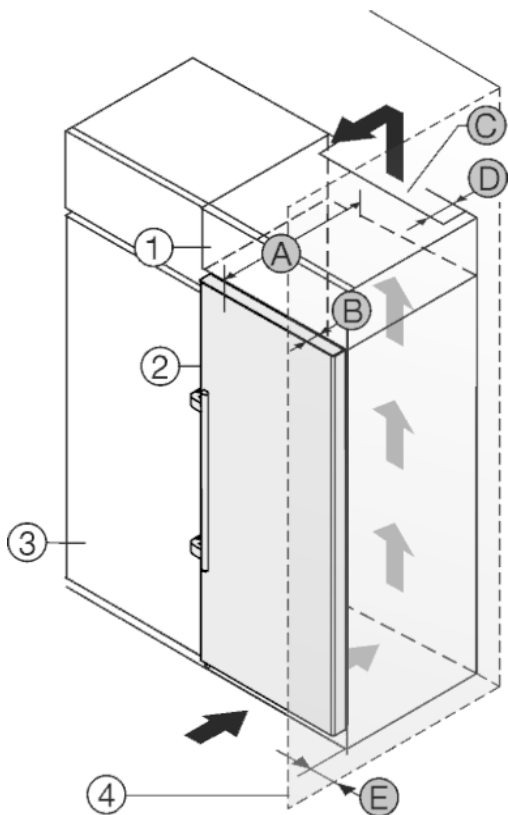

Fig. 28
Spotřebič lze zabudovat do kuchyňských skříněk. K vyrovnání spotřebiče *Fig. 28 (2)* na výšku kuchyňské linky lze na přístroj nasadit nástavec *Fig. 28 (1)*.
Spotřebič lze instalovat přímo vedle kuchyňské skřínky *Fig. 28 (3)*. Aby bylo možné dvířka plně otevřít, musí spotřebič přesahovat o hloubku *Fig. 28 (B)* vůči přední linii kuchyňské skřínky. V závislosti na hloubce kuchyňských linek a použití vymezovačů odstupů od stěny může spotřebič vyčnívat dále.
- Na zadní straně skřínky nástavce musí být větrací šachta hluboká alespoň hloubku *Fig. 28 (D)*mm přes celou šířku nástavce skřínky.
- Pod stropem místnosti musí být dodržen ventilační průřez *Fig. 28 (C)*.
Pokud je spotřebič se závěsy instalován vedle stěny *Fig. 28 (4)*, musí být dodržena vzdálenost *Fig. 28 (E)* mezi spotřebičem a stěnou. To odpovídá přesahu madla při otevřených dveřích.